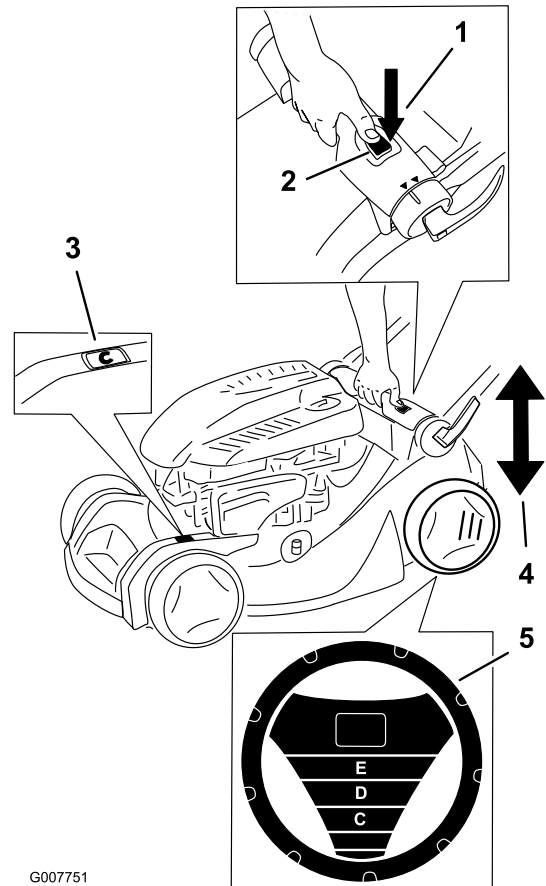

Bild 11
Hinweis: Das SmartWheel® berechnet die optimale Einstellung, um sicherzustellen, dass Sie nie mehr als ein Drittel der Grashalme abschneiden (Bild 11).
2. Schieben Sie den Rasenmäher auf die Rasenfläche, halten Sie den Rasenmäher an, wenn das Smart Wheel-Motiv senkrecht ist (Bild 11).
4. Drücken Sie die Taste für das Einstellen der Schnitthöhe und halten Sie den Einstellgriff für die Schnitthöhe fest, um die Schnitthöhe nach oben oder unten zu verstellen (Bild 11).
5. Heben Sie den Griff an oder drücken ihn nach unten. Stellen Sie die gewünschte Schnitthöhe mit der Schnitthöhenskala ein (Bild 11).